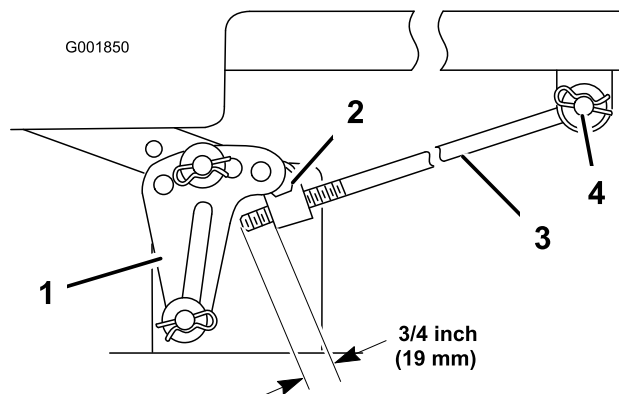

Figura 54
5. Mida la longitud de la varilla que se extiende por delante del bloque de ajuste en cada lado del chasis (Figura 54).
6. Si la longitud de la varilla **no** es 19 mm, retire el pasador y la arandela del extremo de la varilla (Figura 54), y gire la varilla hasta obtener la dimensión de 19 mm.